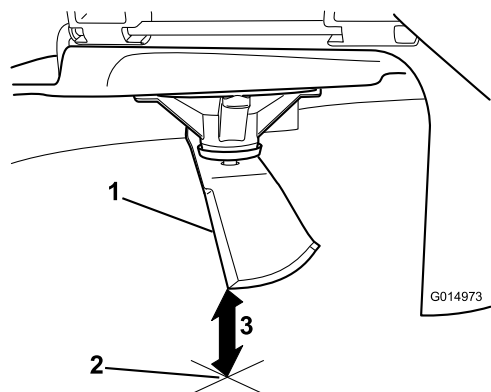

Figura 84
5. Mida desde la punta de la cuchilla hasta la superficie plana (**Figura 84**).